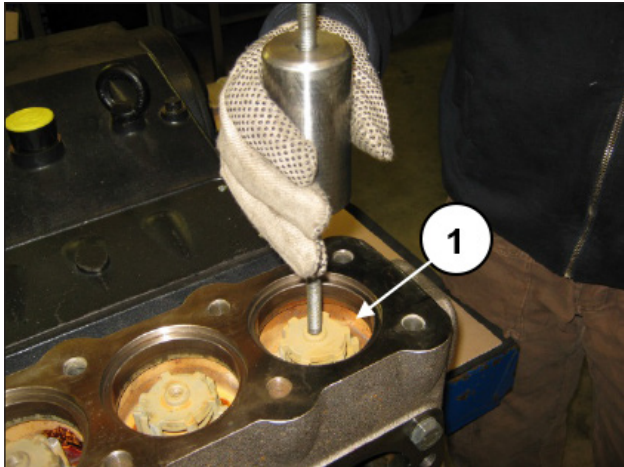

Abb. 95
- D) Entfernen Sie Druckventilführung, Feder und Kugelventil mithilfe eines Abziehers mit Schlagwerk (Art. 27516400) an der Bohrung M10 der Ventilführung (Pos. ①, Abb. 95) oder, zusätzlich, eines eventuellen Adapters M10-M16 (Art. 25089700) am Gewinde M16 der Ventilführung.